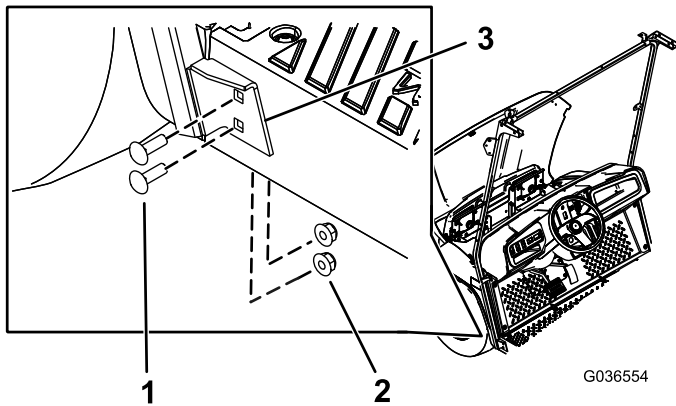

Figura 32
4. Prenda o suporte inferior dos suportes do limpador para-brisas esquerdo e direito à máquina utilizando 4 parafusos de carroçaria (5/16 x 1 pol.) e 4 porcas flangeadas (5/16 pol.) nos furos que realizou no passo 1 (Figura 32).